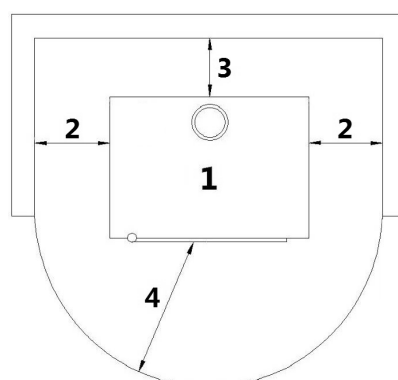

Fig. 31 - Almen installation
TEGNFORKLARING	Fig. 31
- Det er obligatorisk at installere træpilleovnen et stykke fra mure og/eller møbler med et luftrum på mindst 300 mm til siderne, 200 mm bagpå, for at muliggøre effektiv afkøling af apparatet og en god varmefordeling i rummet (se **Fig. 31**).
- Kontrollér sikkerhedsafstandene, hvis væggene er i brændbare materialer (se **Fig. 31**).